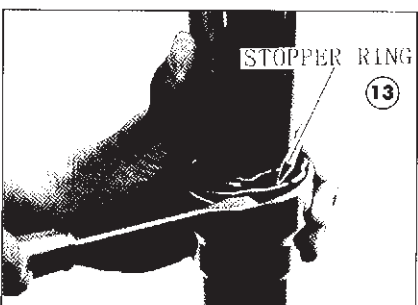

Fig. 7
8) Rimuovere il raschiapolvere e l'anello di fermo (Fig. 7).